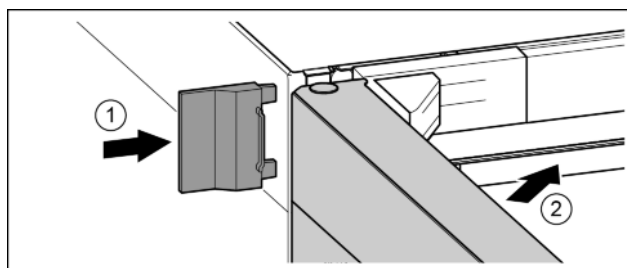

Fig. 19
- ▶ Äußere Abdeckung aufschieben. Fig. 19 (1)
- ▶ Obere Tür schließen. Fig. 19 (2)